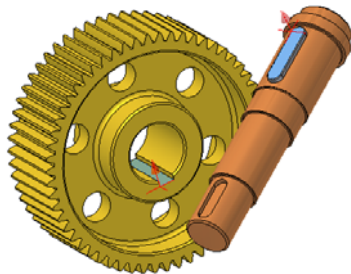

图 10-12 对准角度示意图
②单击【装配】标签栏【位置】面板上的【约束】工具按钮，打开“放置约束”对话框，装配类型选择为【定向角度】选项，然后选择如图 10-12 所示的键槽底面和平键底面（表面有箭头符号），角度设置为 180° ，方式选择为【定向角度】选项，单击【确定】按钮即可完成对准角度装配，此时齿轮已经完全约束到传动轴上。